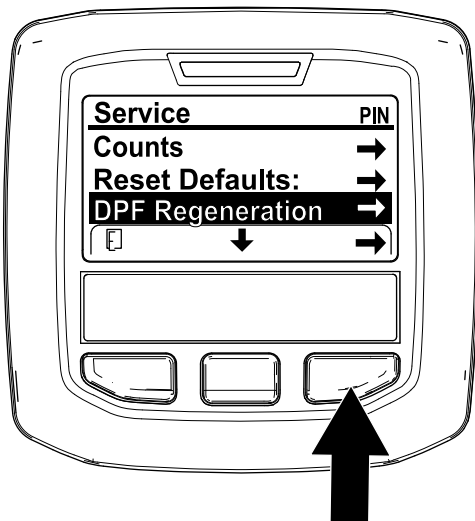

Figura 59
- Accesai meniul Service și apăsai butonul central pentru a derula în jos la opțiunea DPF REGENERATION (REGENERARE DPF) (Figura 59).
- Apăsai butonul din dreapta pentru a selecta accesarea Regenerării DPF (Figura 59).